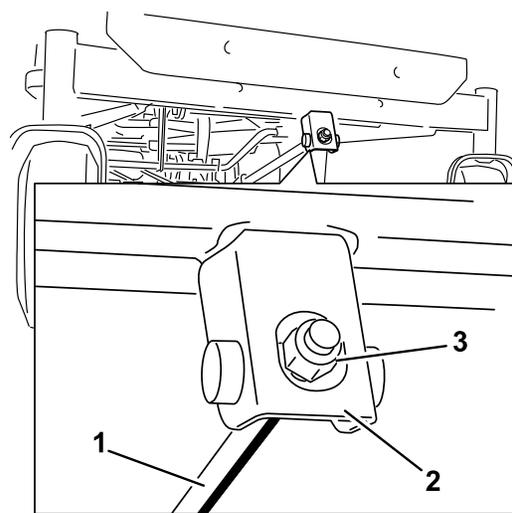

Figura 62
6. Para ajustar a inclinação da lâmina da frente para trás, rode a porca de ajuste na parte da frente do cortador (Figura 62).